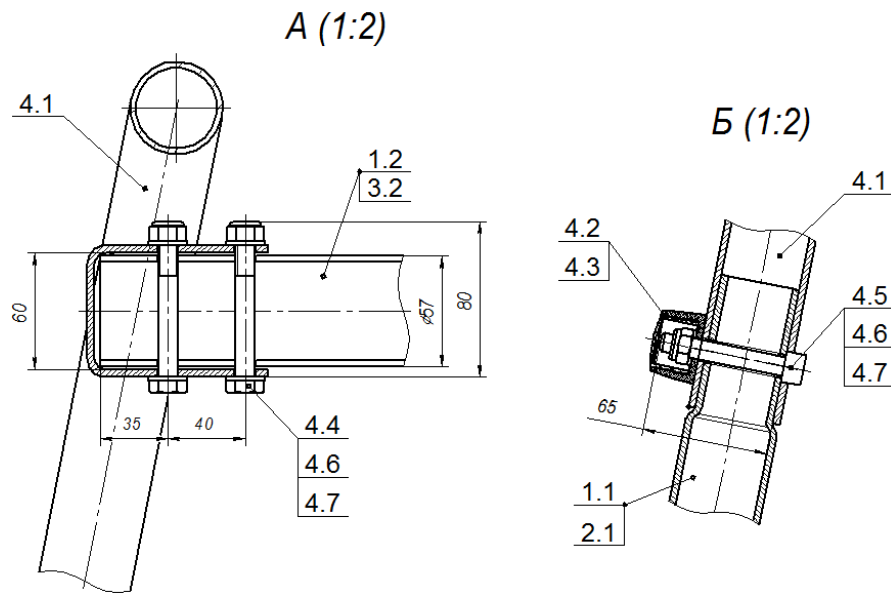

Рис.3
12.3.4 Собрать стойку (поз.1.1 или 2.1) с опорой (поз.4.1) и закрепить (Рис.3 вид Б).
12.3.5 Соединить собранные стойки с трубой (поз.1.2 или 3.2) (рис.3 вид А).